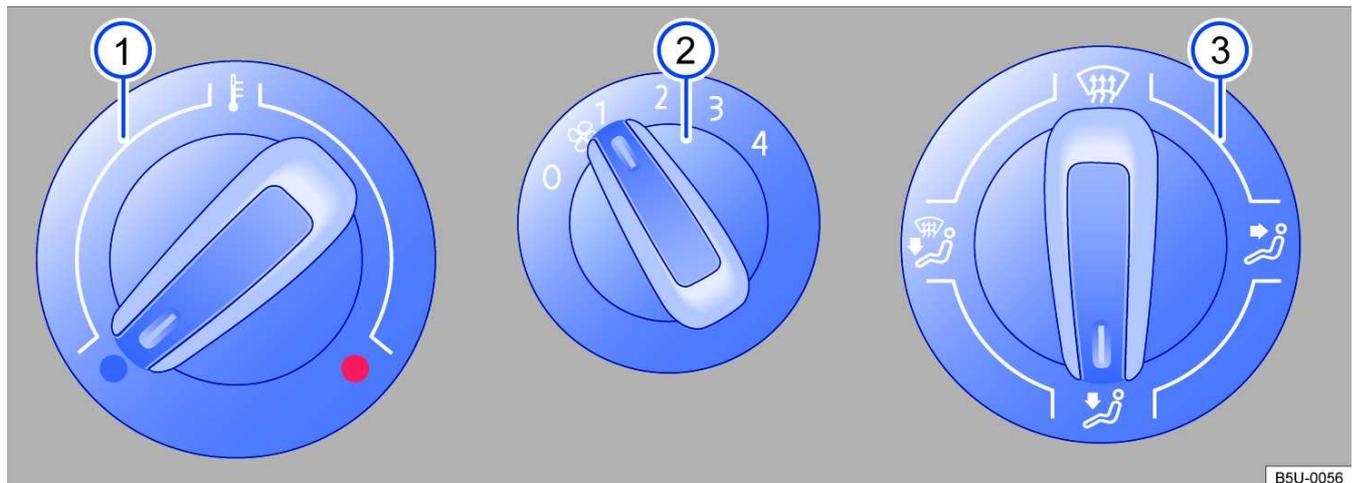
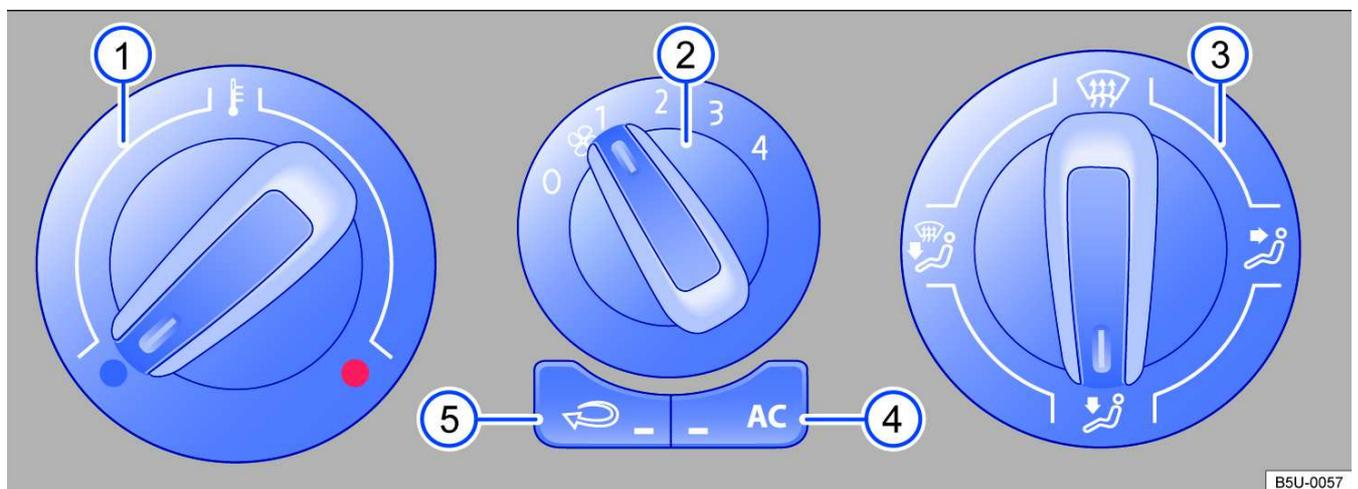

Fig. 86 No console central: comandos do sistema de ventilação e aquecimento.
Fig. 87 No console central: comandos do ar-condicionado.
Botão, regulador	Informações complementares do sistema de ventilação e aquecimento → Fig. 86 e ar-condicionado → Fig. 87.
- Em veículos com sistema de aquecimento, colocar o regulador da temperatura → Fig. 86 ① totalmente para a direita, para a posição máxima de aquecimento.
- Colocar o regulador de distribuição de ar ③ na posição .
- Colocar o ventilador ② no nível 3 ou 4.
- Colocar o regulador da distribuição de ar → Fig. 87 ③ para a posição , nesta posição o modo de recirculação de ar não pode ser acionado.
- Colocar o regulador da temperatura ① na posição desejada.